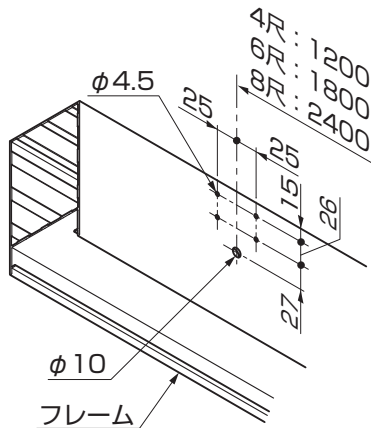
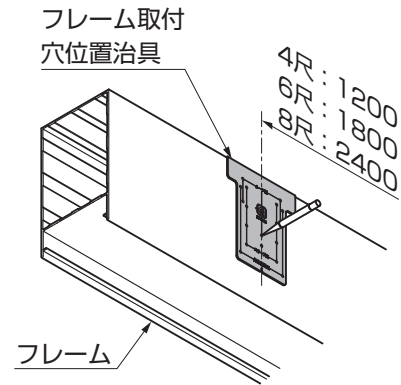
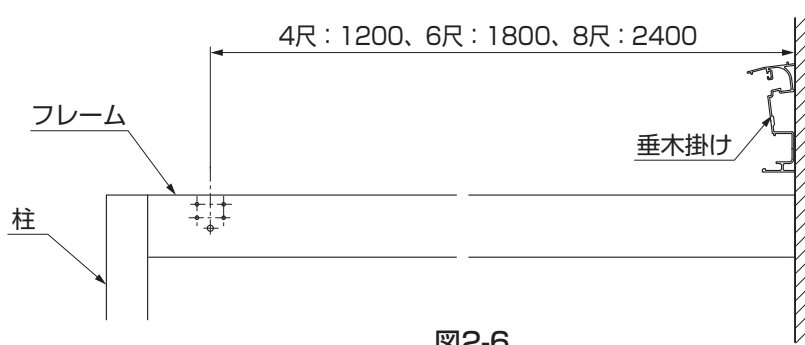

図2-4 フレーム取付穴位置治具を使用しない場合
図2-5 フレーム取付穴位置治具を使用する場合
図2-6
①フレームの桁取付け面に穴加工をしてください。(図2-4、図2-5、図2-6参照)
- フレーム取付穴位置治具を使用する場合は図2-5と「(2) 取付穴位置治具を使用する場合の柱の加工」を参照し、同様に穴加工をしてください。